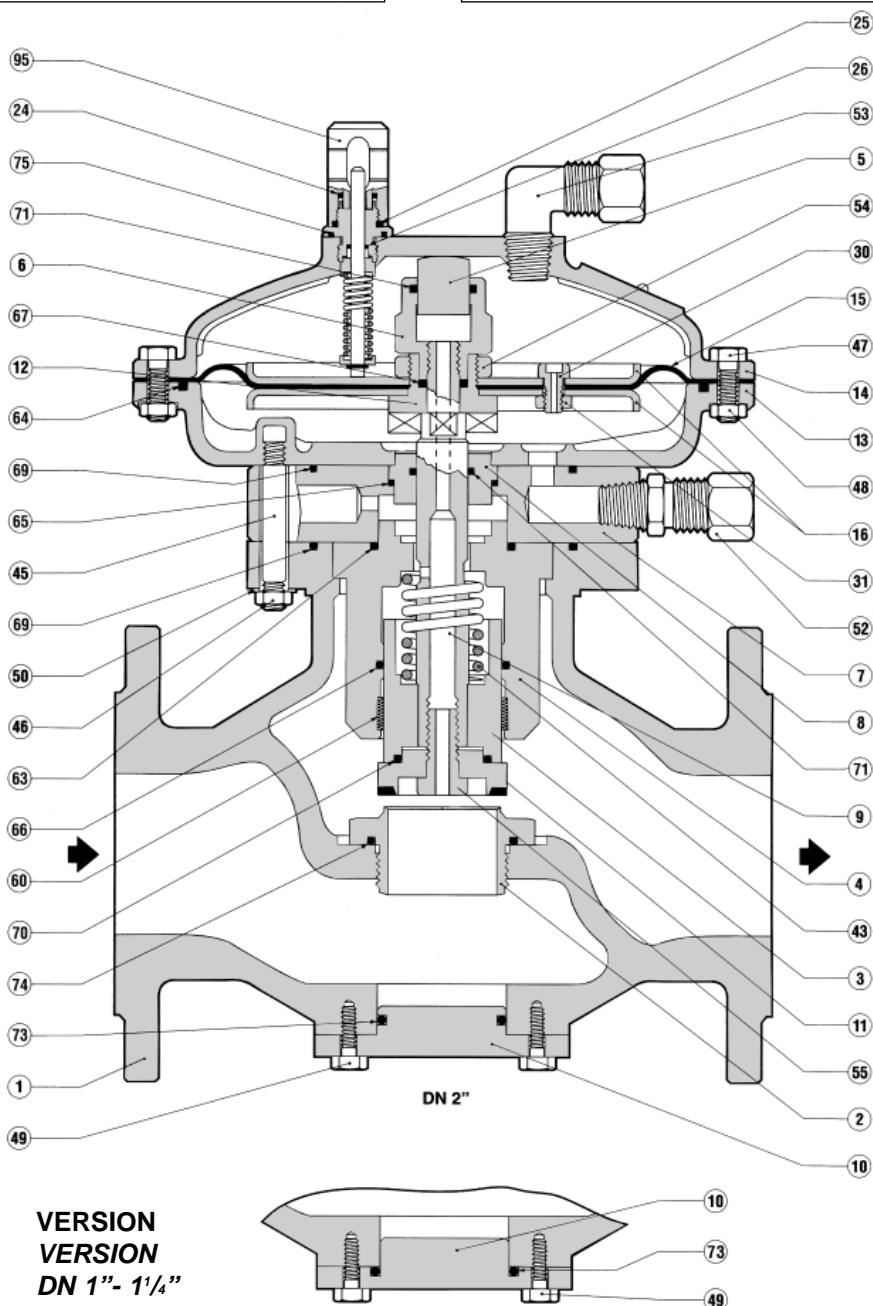

Fig. 18
7.1 TAB. 9 REGLER (ABB. 18)
7.1 TAB. 9 DETENDEUR (FIG. 18)